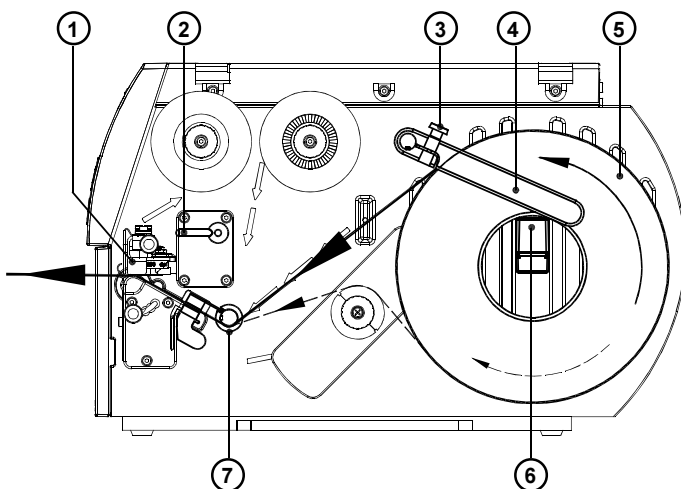

Figura 2
1. Suelte el tornillo moleteado (3), incline hacia arriba la guía (4) y deslícela hacia fuera todo lo que sea posible.
2. Coloque el rollo de etiquetas (5) sobre el portarrollos (6) y desenrolle una tira más larga de etiquetas desde el rollo de reserva. Deslice el rollo hasta el tope.
3. Inclíne hacia abajo la guía (4) hasta el portarrollos (6). Deslice la guía contra el rollo de reserva, de modo que el rollo quede ligeramente frenado al desbobinar. Apriete el tornillo moleteado (3).
4. Inclíne la palanca (2) hasta el tope en el sentido de las agujas del reloj y levante así el módulo del cabezal de impresión (1).
5. Deslice cuanto sea posible hacia afuera la arandela de guía (7).
6. Pase por la impresora la tira de etiquetas como se indica en la figura 2. El avance del papel para etiquetas bobinadas hacia fuera se indica con una línea continua, mientras que el avance del papel para etiquetas bobinadas hacia dentro se indica con una línea discontinua.
7. Ajuste la célula fotoeléctrica de las etiquetas (8) de manera que el sensor correspondiente (9) pueda captar los vacíos de etiqueta y las marcas de perforación o reflexión.